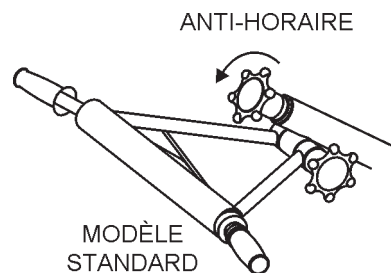
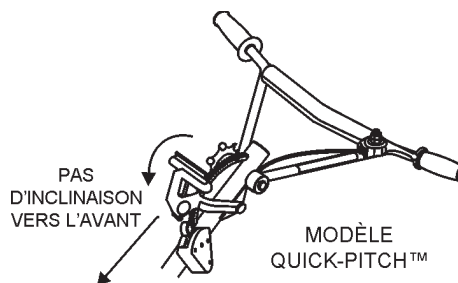

Figure 11. Position « Pas d'inclinaison » (standard)
Figure 12. Position « Pas d'inclinaison » (Quick-Pitch™)
1. Exposez le câble d'inclinaison au maximum en plaçant la poignée en position « pas d'inclinaison ». Sur le modèle standard, tournez la commande d'inclinaison dans le sens horaire (Figure 11). Sur le modèle Quick-Pitch™, pivotez la poignée d'inclinaison vers l'avant pour une inclinaison nulle (Figure 12).